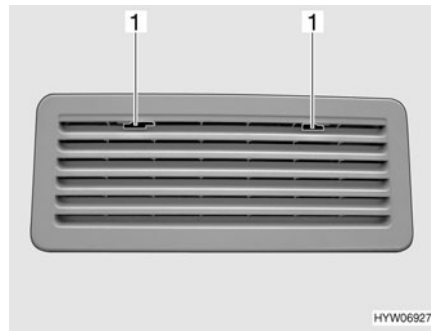

Fig. 158 Rejilla de ventilación del frigorífico (Thetford)
- Deslizar el bloqueo (Fig. 158,1) hacia el centro.